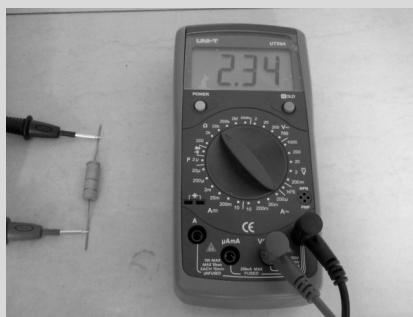

图 1-29 数字式万用表测电阻
- (1) 打开电源开关。
- (2) 将红表笔插入“VΩ”插孔，黑表笔插入COM插孔。
- (3) 将功能开关置于Ω量程，将两只测试表笔并接到待测电阻上。
- (4) 从显示器上读取测量结果（电阻为2.34kΩ，如图1-29所示）。
- (5) 关闭电源开关。